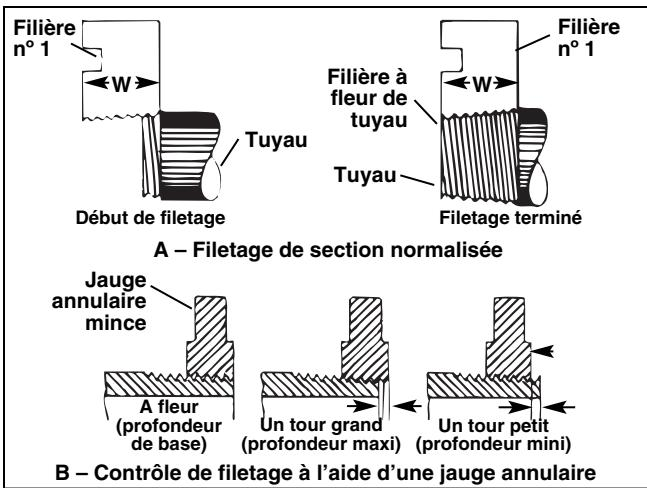

Figure 14 – Contrôle dimensionnel du filetage
8. Dès que l'extrémité du tuyau s'aligne sur le rebord arrière de la filière n° 1, ouvrez le levier de butée de la tête de filière (*Figure 14*), tout en éloignant vos mains et vos vêtements du tuyau et mécanisme en rotation. Cela repliera les filières et arrêtera le processus de filetage. Veillez également à ce que le chariot ne heurte pas l'appareil.
- L'extrémité du tuyau devrait alors s'aligner avec la face arrière de la jauge avec une marge de plus ou moins un tour. Sinon, coupez la section filetée du tuyau, réglez la tête de filière, puis entamez un nouveau filetage. Tout filetage non conforme risque de provoquer des fuites (*Figure 14*).